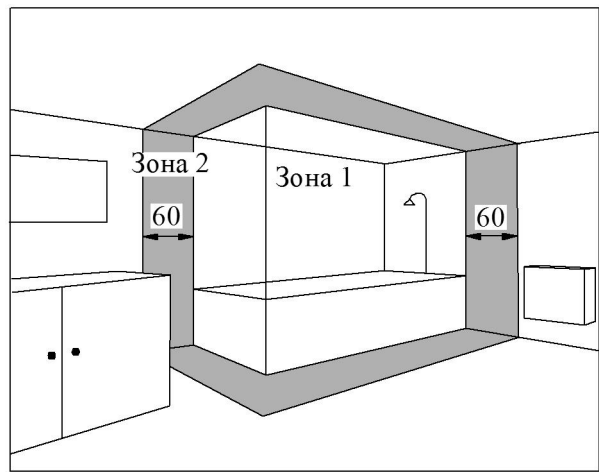

Рис.4 Приклад встановлення конвектора (IP24) у приміщеннях з підвищеною вологістю
5.1.5 Конвектори з краплебризкозахисним виконанням оболонки (IP24) допускається встановлювати в приміщеннях з підвищеною вологістю (ванних кімнатах, душових, басейнах (див. рис.4)).